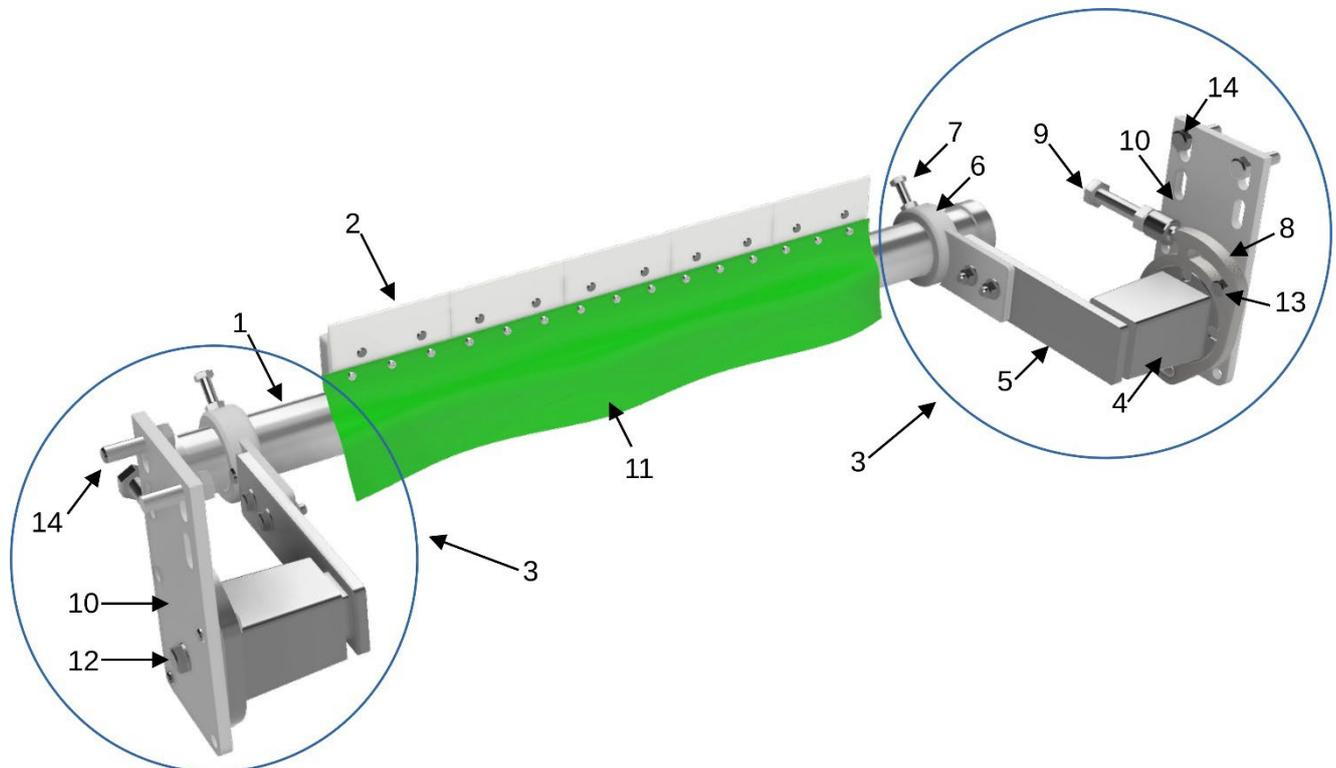
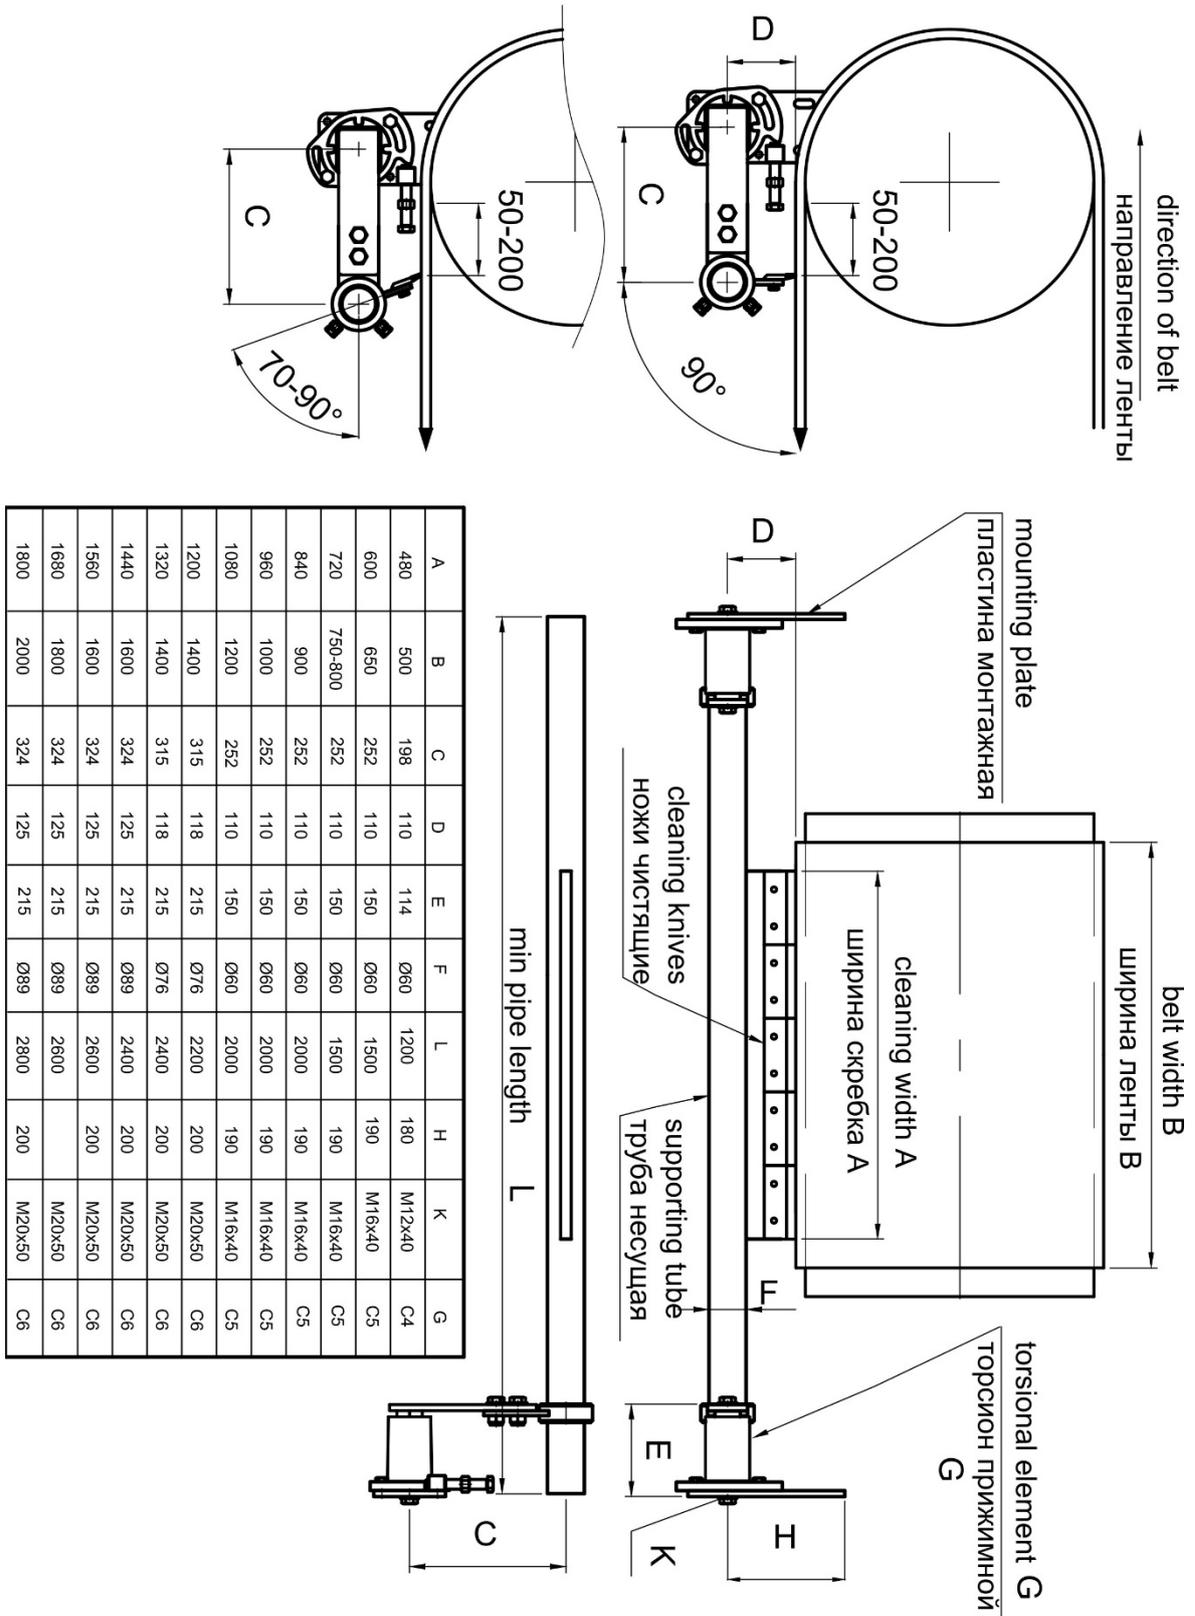

Рис. 1
Рис. 4
2. От заданной метки отложить отрезок «С» и «D» **рис. 4.** В точке пересечения этих отрезков будет располагаться центр болта крепления торсиона **рис. 1 поз. 12** и центр отверстия монтажной пластины **рис. 1 поз. 10.**
3. Выставить монтажную пластину **рис. 1 поз. 10** так, чтобы центр крепежного отверстия находился в найденной точке и зафиксировать ее к ставу при помощи болтовых соединений. Оставьте возможность смещения монтажной пластины вверх при окончательной настройке положения скребка (для этого крепежные отверстия сделаны овальными).
5. Прижимные узлы **рис. 1 поз. 3** одеть на концы несущей трубы.
6. Смонтировать скребок, прикрутив торсионы к монтажным пластинам болтами **рис. 1 поз. 12** и фиксирующими болтами **рис. 1 поз. 13.**
7. Расположить твердосплавный нож по центру конвейерной ленты, выставить под углом **90°** к ленте, зафиксировать трубу болтами **рис. 1 поз. 7.**
8. Прижать лезвие скребка максимально к конвейерной ленте, затянуть болты крепления **рис. 1 поз. 14.** монтажной пластины **поз. 10.**
9. Ослабить болты **рис. 1 поз. 12, 13.**
10. Натяжным болтом **рис. 1 поз. 9** создать дополнительное прижимное усилие скребка к ленте. Зафиксировать положение натяжного болта гайкой. Зажать болты **рис. 1 поз. 12, 13.**
11. Запустить конвейер, проверить качество очистки ленты. Если очистка не достаточна, увеличить прижимное усилие натяжным болтом **рис. 1 поз. 9.**